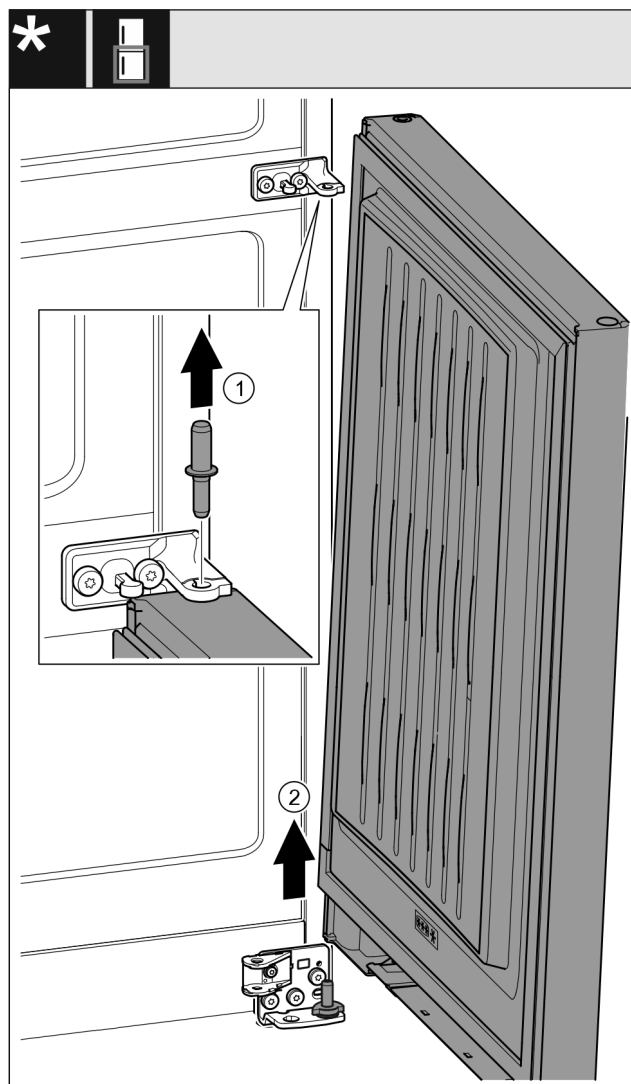

Fig. 18 S prigušivačem zatvaranja*
- ▶ Izvucite svornjak Fig. 18 (1) prema gore.*
- ▶ Zakrenite vrata Fig. 18 (2) prema van, povucite ih prema gore i stavite ih na stranu.*